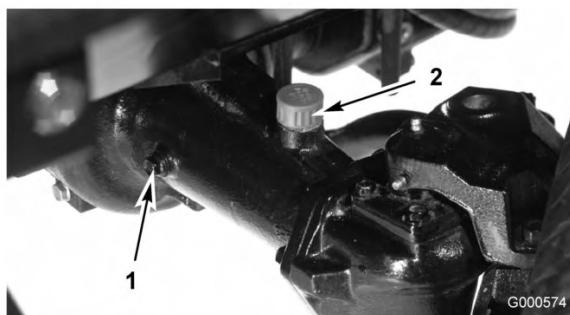

図 46
2. アクスルの一方の端部から点検用プラグ（図 46）を抜き、穴の高さまで潤滑油があることを確認する。量が不足の場合は、給油プラグ（図 46）をはずして補給する。